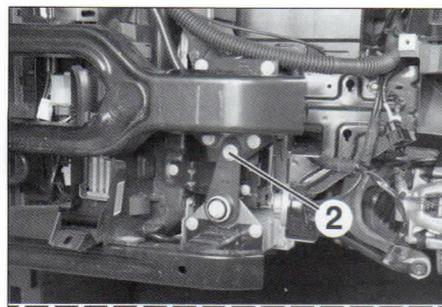

FIG. 9
- la fijación (2) (fig. 9) de la bieleta delantera.
- los tornillos (1) de fijación de la parte delantera de la cuna anterior.